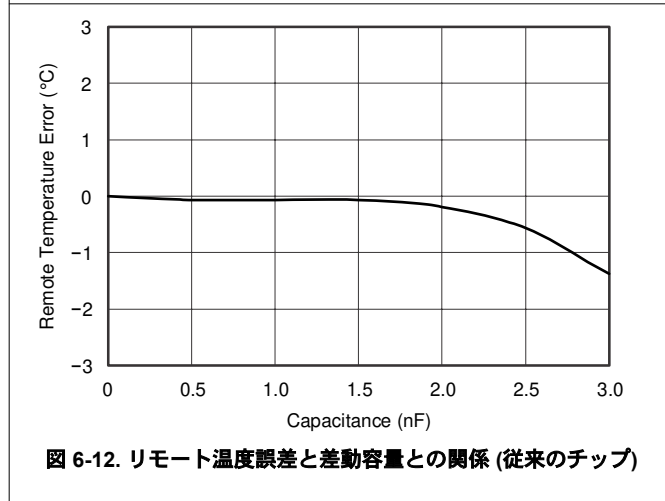
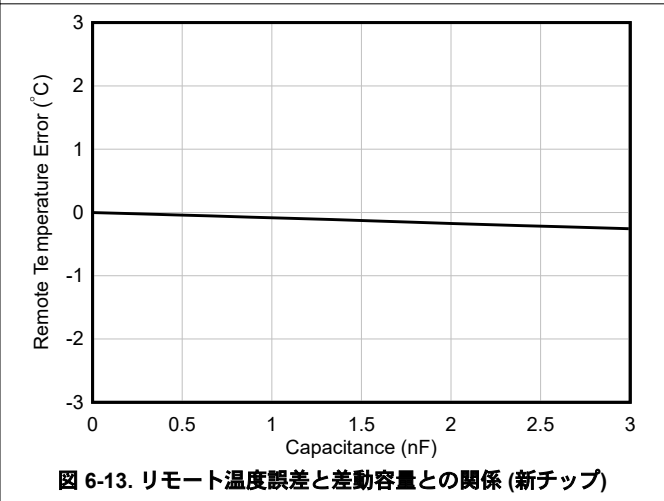

図 6-12. リモート温度誤差と差動容量との関係 (従来のチップ)
図 6-13. リモート温度誤差と差動容量との関係 (新チップ)
- ほとんどのアプリケーションでは、 C_{DIFF} (オプション) は $<1000\text{pF}$ でなければなりません。 C_{DIFF} の選択は、アプリケーションによって異なります。フィルタリングセクションと図 6-12 (新しいチップは図 6-13) と図 6-27 を参照してください。
TMP411/TMP411D は、温度誤差の変化を最小限に抑えながら、最大 1000pF の差動入力容量を許容できます。容量が検出されたリモート温度誤差に与える影響を、図 6-12 (新しいチップは図 6-13) および図 6-27 に示します。